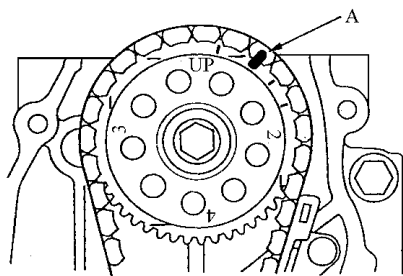

图 2-88 在凸轮轴链轮上做一个参考标记
23) 在凸轮轴链轮和正时链上做一个参考标记(A), 如图 2-88 所示。
2) (见图 2-88)在凸轮轴链轮和正时链上做一个参考标记(A)。